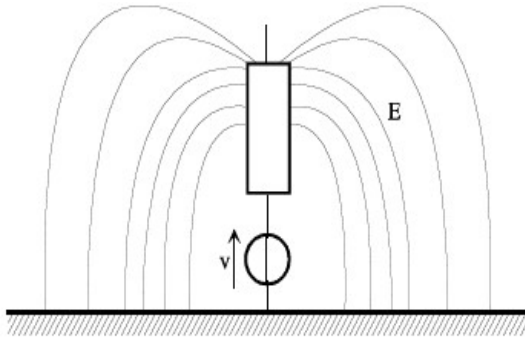

Figure 1 : Emission en champ électrique
- Le champ électrique s'exprime en V/m. Son émission est produite par un circuit électrique à haute impédance soumis à une différence de potentiel élevée  $v$  (Figure 1).